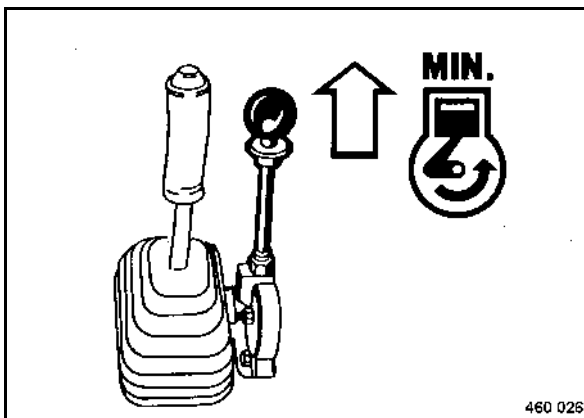

fig. 64
- Tirer le bouton de crantage et régler le levier de réglage du régime (fig. 64) sur "MIN".